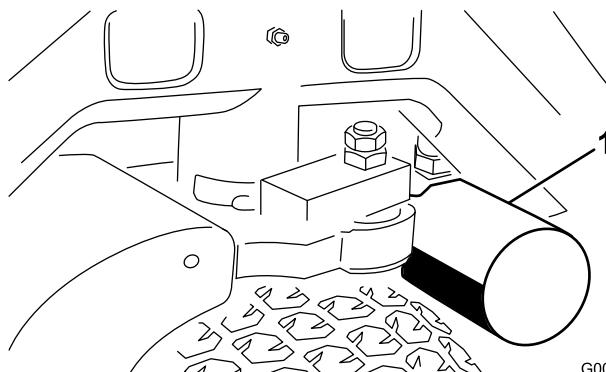

Figura 58
3. Pulite la superficie circostante il filtro. Collocate una bacinella di spurgo sotto il filtro (Figura 58), e togliete il filtro.
2. Scollegate il tubo idraulico (Figura 59) o togliete il filtro idraulico (Figura 58) e lasciate defluire il fluido idraulico in una bacinella. Quando il fluido idraulico cessa di defluire, montate il tubo idraulico.